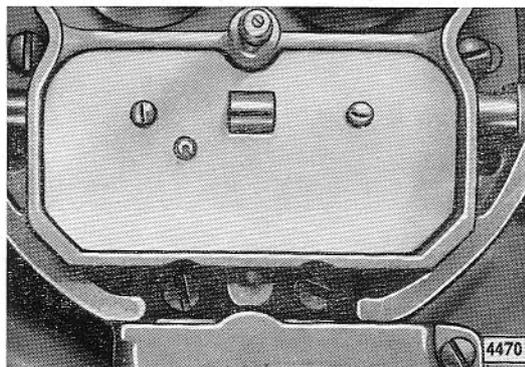

Bild D 48 - Luftklappe eingebaut – Bezeichnung „C“ von Oberseite des Vergasers sichtbar
48. Luftklappenwelle einschieben und Luftklappe mit der Bezeichnung „C“, von Oberseite des Vergasers sichtbar, mit **neuen** Schrauben festschrauben und verstemmen (Bild D 48).